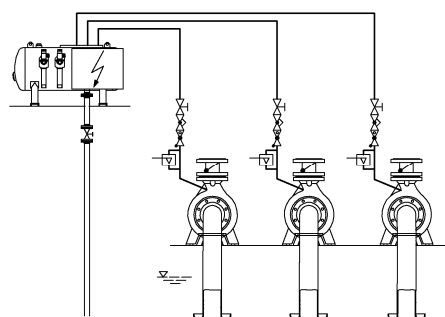
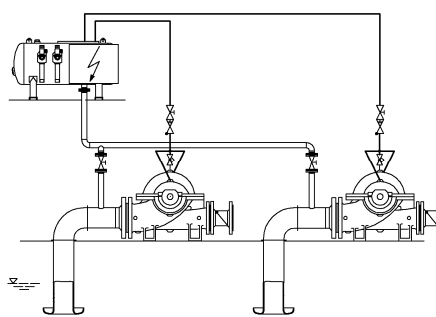
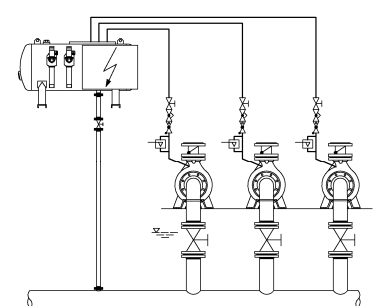

Fig. 2a
Fig. 2b
Fig. 2c
Bei Pumpenanlagen mit getrennten Saugleitungen ist die Ausgleichsleitung (K) entweder in das saugseitige Flüssigkeitsniveau (Fig.2a) oder auf die Saugleitung der Kreiselpumpen (Fig.2b) zu führen. Bei Anlagen mit einer Sammelsaugleitung erfolgt der Anschluß auf dem Hochpunkt dieser Leitung (Fig.2c). Die einzeln zu verlegenden Gehäuse-Entlüftungsleitungen (S), sowie die Ausgleichsleitung (K) sind zur Vakuumpumpe hin steigend zu verlegen. Die Anschlüsse sind so zu wählen, daß auch ein eventuell vorhandenes Rohrleitungsstück zwischen Druckstutzen der Kreiselpumpe und Rückschlagarmatur entlüftet wird.
Where pumping units have separate suction pipes, the balancing pipe (K) is to be carried either to the suction side liquid level (Fig.2a) or to the suction pipes of the centrifugal pumps (Fig.2b). Where pumping units have a common suction pipe, the connection is made at the highest point of this pipeline (Fig.2c). The casing air vent pipes (S) which are to be laid separately, as well as the balancing pipe (K) are to be installed, ascending to the central vacuum unit. The choice of connections must be made so that a possible existing piece of piping situated between the pressure connections of the centrifugal pumps and the non return valve (fitting) is ventilated also.